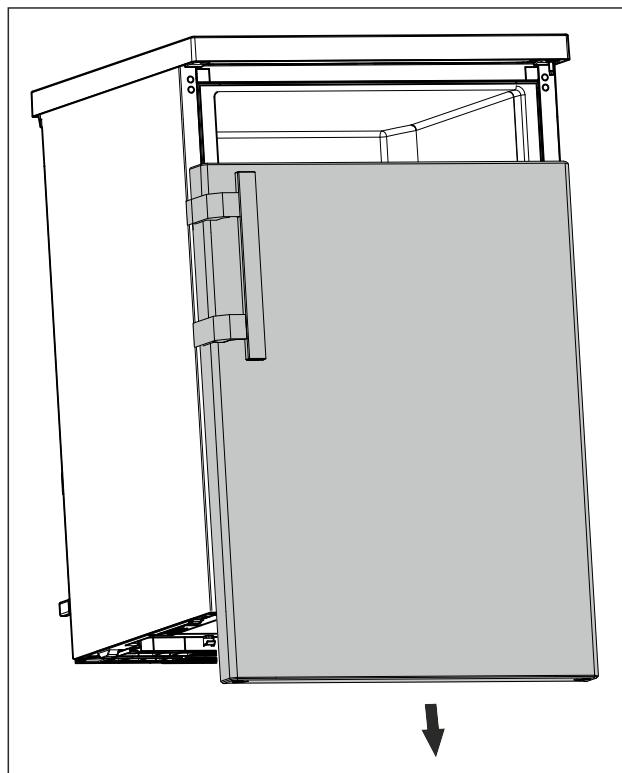

Fig. 14
- Свалете вратата надолу. (виж Fig. 14)